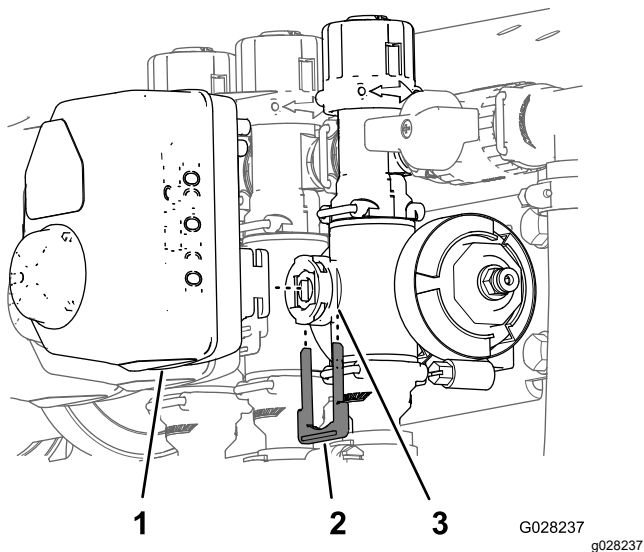

Рисунок 66
- Снимите держатель, который крепит привод к коллекторному клапану управления интенсивностью, перемешивания, главному клапану секций или клапану секции (**Рисунок 66**).